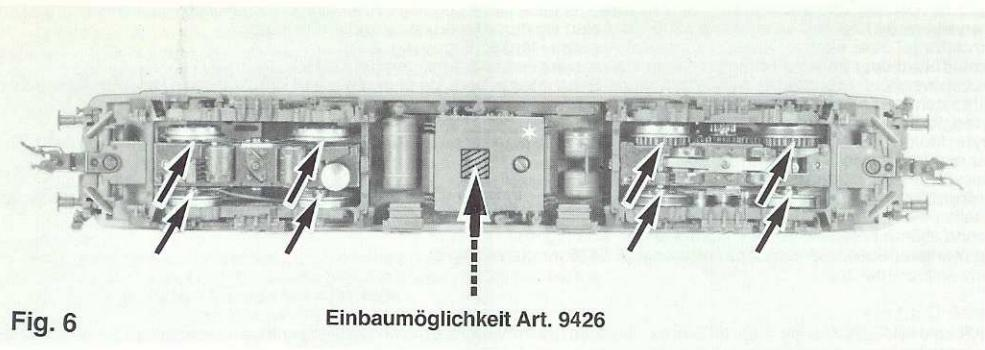

Fig. 6
* Dieser Stern bezeichnet die Masse-führende "gemeinsame Seite" der Lok (Fig. 6).
Ölen: Geölt wird Motor und Getriebe nur an den gekennzeichneten Lagerstellen (Fig. 6, 7, 8).
An der markierten Stelle kann der **Schaltmagnet 9426** eingebaut werden (Fig. 6).
Lubrication: The motor and gear-box need only be lightly oiled at the bearing points marked (fig. 6, 7, 8). Only use FLEISCHMANN oil 6599. Only put a tiny drop in each place (→), otherwise it will be overoiled. An applicator needle is located in the cap of the oil bottle for your use.
* This star indicates the so called "common side" of the loco (fig. 6).
The indicated point can be used for locating the **switching magnet 9426** (fig. 6).
Graissage: Le moteur et les engrenages doivent être huilés uniquement aux endroits indiqués (fig. 6, 7, 8). N'utilisez que l'huile recommandée FLEISCHMANN 6599. Une seule goutte par point à lubrifier (→) afin d'éviter tout excès. L'aiguille montée dans le bouchon du petit flacon convient parfaitement à cet usage.
* Cette étoile indique le côté "masse" de la locomotive, qui est "commun" aux deux alimentations ci-dessus (fig. 6).
L'aimant permanent 9426 peut être monté à l'endroit indiqué (fig. 6).
Olieën: De motor en de aandrijving hoeven alleen op de aangegeven plaatsen geolied te worden (fig. 6, 7, 8). Alleen FLEISCHMANN-olie 6599 gebruiken. Een klein druppeltje per smeerpunt (→) is heus voldoende, anders wordt de zaak te vet. Voor een juiste dosering het spuitje gebruiken dat wordt bijgeleverd in het olieflesjes.
* Deze ster kenmerkt de massa-voerende "gemeenschappelijke kant" van de lok (fig. 6).
Op de gemerkte plaats kan de **schakelmagneet 9426** gemonteerd worden (fig. 6).
Inoljning: Motor och drev inoljas endast på de visade lagren (fig. 6, 7, 8). Använd bara FLEISCHMANN-olja 6599. Endast en droppe per ställe (→), annars blir det för mycket. Använd nälen, som är fäst i locket till oljeflaskan får dosering.
* Denna stjärna betecknar lokets "viktförande" sida (fig. 6).
På de markerade ställena kan kopplingsmagnet 9426 monteras (fig. 6).
Lubrificazione: Il motore e l'ingranaggio vengono lubrificati solo nei punti contrassegnati dei supporti (fig. 6, 7, 8). Utilizzare solo olio FLEISCHMANN 6599. Usare soltanto una piccola goccia per ogni punto di oliatura (→), altrimenti si rischia di oliare troppo. Per il dosaggio utilizzare l'ago di cui è provvisto il tappo di chiusura del flacone dell'olio.